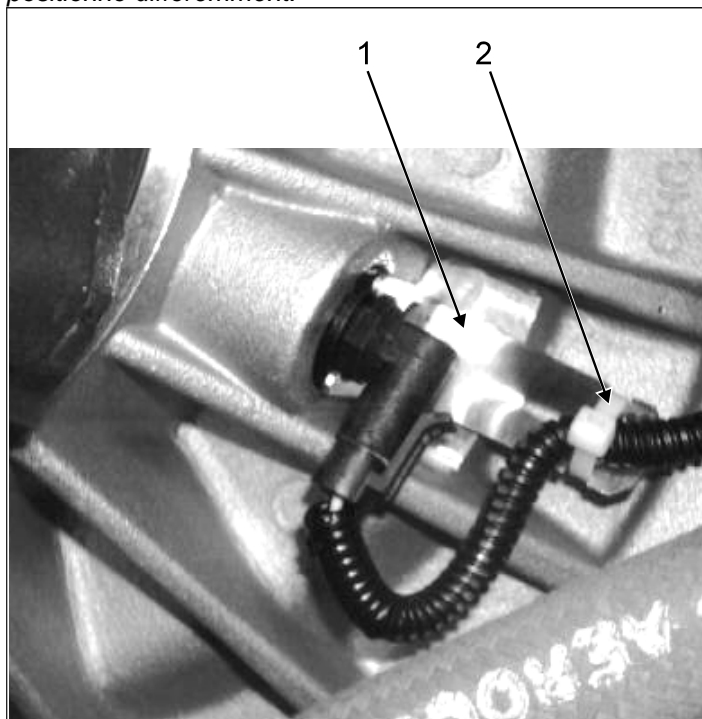
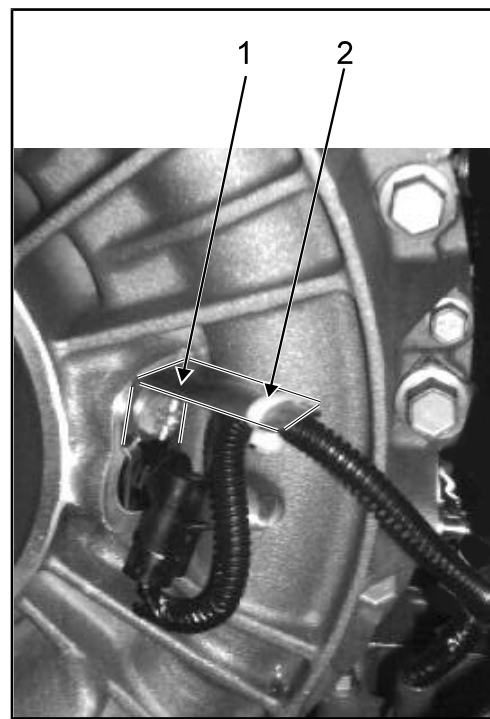

FIG. 1 - SANS RALENTISSEUR
FIG. 2 - AVEC RALENTISSEUR
3. Localiser le capteur de vitesse de sortie monté sur le bout arrière de la transmission, enlever le boulon retenant le support du capteur de vitesse de sortie, mettre le support (1) en place par-dessus le support du capteur de vitesse de sortie (consulter la **Figure 2** pour une transmission munie d'un ralentisseur et la **Figure 1** pour une transmission sans ralentisseur) puis réinstaller le boulon. Attacher le câblage du capteur de vitesse de sortie au nouveau support (1) en utilisant un serre-câble (2).